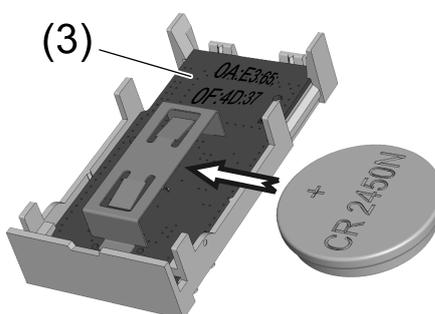

Bild 3: Batterie einsetzen
- Batterie in den Batteriehalter schieben (Bild 3). Dabei auf die Polarität achten: Der Plus-Pol der Batterie muss oben liegen.
- MAC-Adresse (3) notieren (Bild 3). Die Adresse wird für die Zuordnung zum Aufsatz benötigt.
- MAC-Adresse (3) (Bild 3) in das Eingabefeld eintragen.